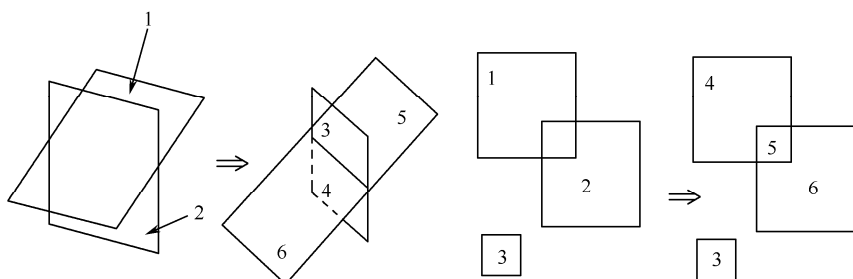

图 2-27 面的分块连接示意图
(2) 面的分块连接：生成多个面，其示意图如图 2-27 所示。